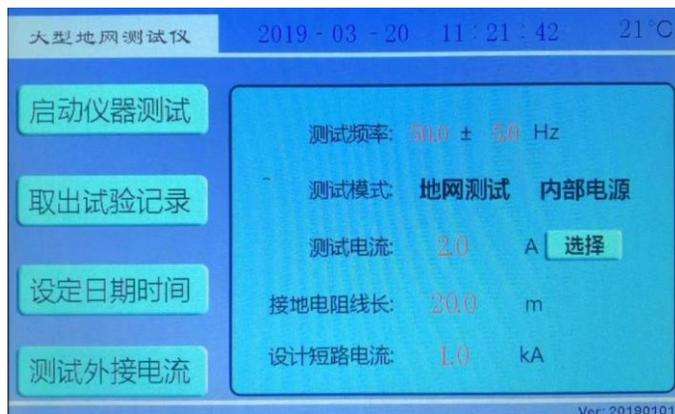
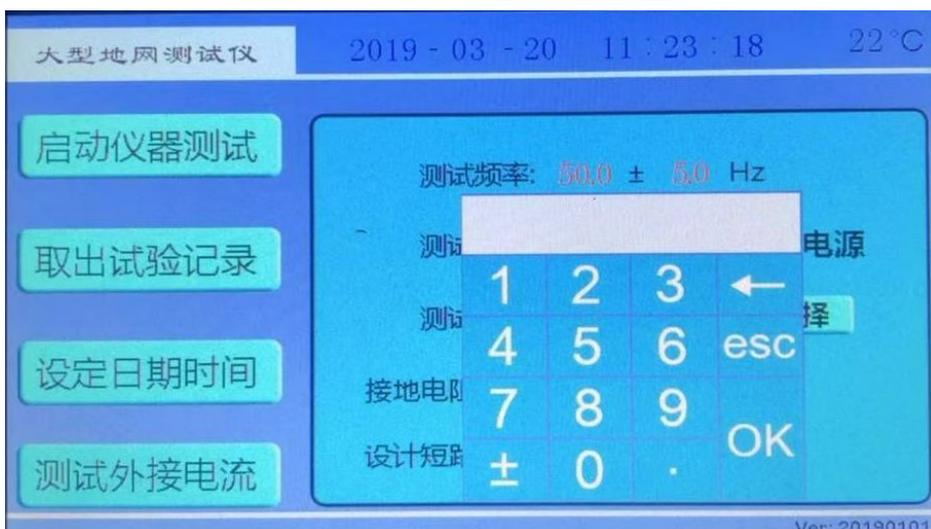
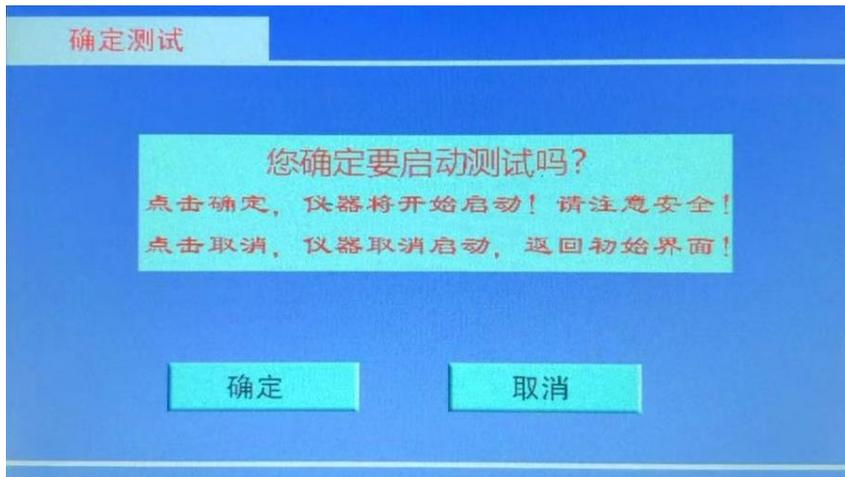
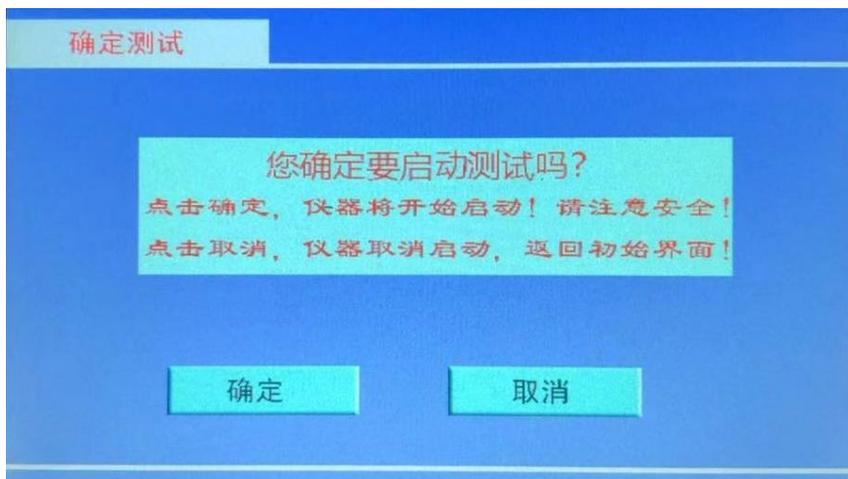

图 5 开机界面
图 9 红色数字参数修改界面
图 10 测试确认界面
图 14 测试确认界面
1. 打开电源开关，计算机进行自检，几秒钟后，液晶屏显示中文主菜单如图 5 所示，表示自检成功。
7) 开机界面(图 5)下，红色数字的修改。如测试频率等项目，只需要使用触屏笔或手指点击，就可弹出数字键盘，然后修改即可。（图 9）
在开机界面(图 5)下, 测试模式选择**地网测试**, 使用触屏笔或手指点击**启动仪器测试**, 出现测试确认界面(图 10):
点击**确定**, 将开始升流测试. **请确认已经接好测试线**. 此时将出现**地网测试**界面(图 11)。点击**取消**, 仪器将返回开机界面(图 5)。
此时按下**退出**，返回到开机界面(图 5)。按下**打印**，打印出结果。
在开机界面(图 5)下，测试模式选择**接地电阻**，(线长一般选择 20 米)使用触屏笔或手指点击**启动仪器测试**，出现测试确认界面(图 14)：
点击**确定**, 将开始升流测试. **请确认已经接好测试线**. 此时将出现**接地电阻测试界面**(图 15). 点击**取消**, 仪器将返回开机界面(图 5)。
此时按下**退出**，返回到开机界面(图 5)。按下**打印**，打印出结果。按下**存储**按钮。出现数据存储界面（图 17）。